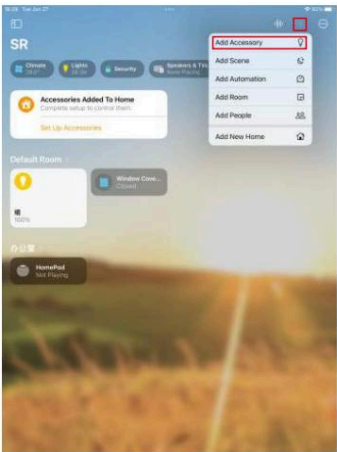
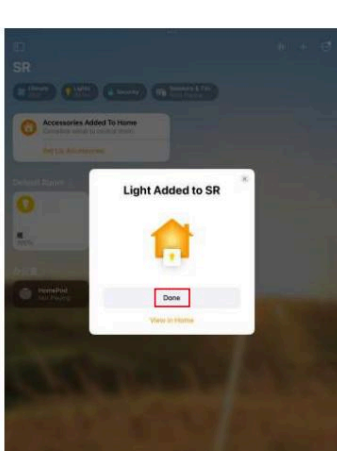

Abbildung 8
Abbildung 15
Schritt 4: Fügen Sie den Matter-Thread-Dimmer zur Apple Home-App hinzu, indem Sie den QR-Code-Aufkleber auf dem Dimmer scannen, wie in Abbildung 8 bis Abbildung 15 gezeigt.